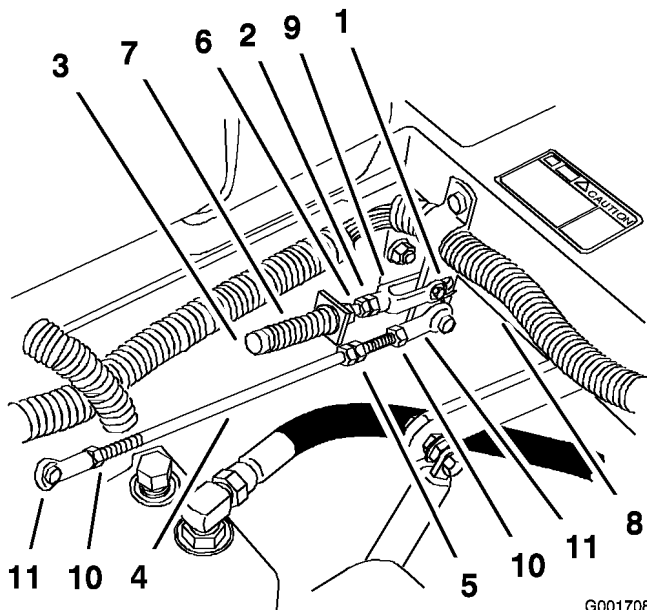

Bild 61
8. Sollte eine Einstellung erforderlich sein, lockern Sie die Mutter und die Klemmmutter gegen das Joch (Bild 61).
9. Drücken Sie den Fahrtriebshebel leicht nach hinten, drehen Sie den Kopf der Einstellschraube in die entsprechende Richtung, bis der Schalthebel in der Neutralsperrstellung zentriert ist (Bild 61).
10. Ziehen Sie die Mutter und die Klemmmutter an (Bild 61).